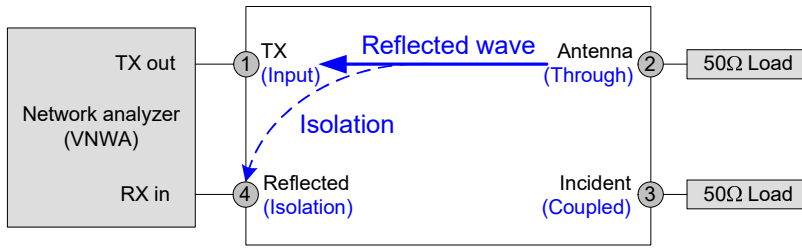

Abb. 5: Messanordnung zur Bestimmung der Richtschärfe (Directivity).
Ergänzung 04/2021: Messung der Richtschärfe mit dem VNWA (Abb. 5)
Mit dem VNWA kann der Coupling factor herausgerechnet werden, Anordnung wie in Abb. 5:
2. Nachfolgende Messung mit 50Ω-Abschluss an Port 3 (Reflected/Isolation) wie in Abb. 5, ergibt Directivity = Isolation - 0dB.